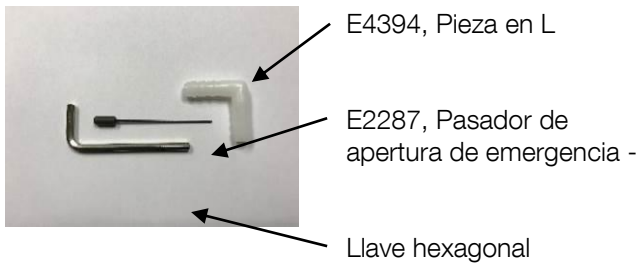

Fig. 7.2.1
- 1 Pieza angular (plástico), para el tubo flexible de vaciado (para desagüe de flujo libre), E4394, Fig. 7.2.1
- 1 Pasador de desbloqueo, E2287, Fig. 7.2.1
- 1 Llave hexagonal, Fig. 7.2.1